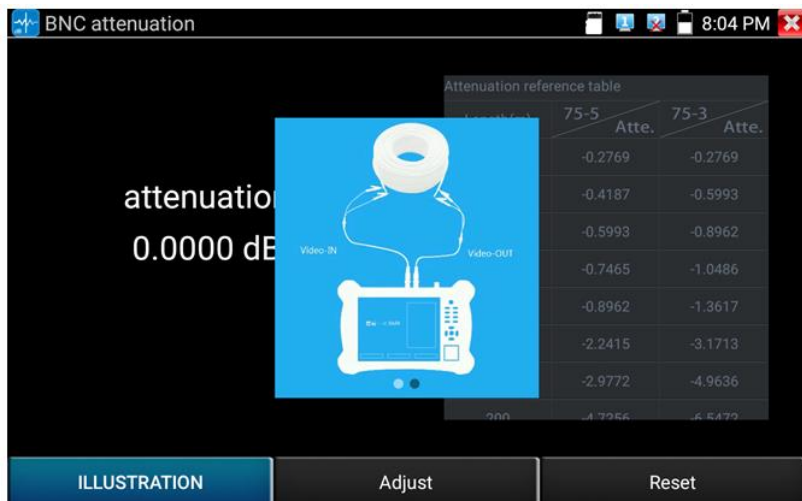

Рис. 144 Результат работы инструмента
- 2) После калибровки прибор покажет степень затухания (attenuation), рис. 144